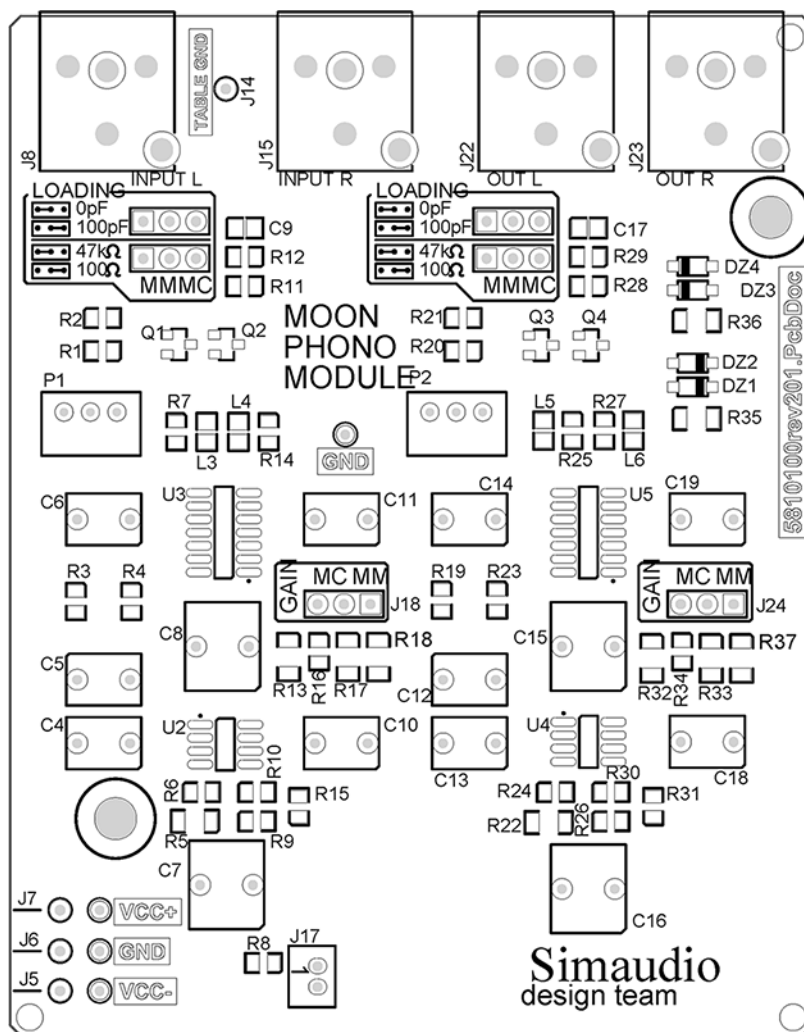

Figure 3: Disposition du circuit imprimé de la section phono optionnelle du **MOON 340i X**
Il y a deux (2) ajustements possibles pour régler la charge résistive : 100Ω et 47 kΩ représentés par le support de cavalier R12 pour le canal gauche, et par le support de cavalier R29 pour le canal droit (voir la figure 3 pour plus de détails). Le réglage par défaut est de 47 kΩ; ce faisant, les deux cavaliers se retrouveront dans chacun des supports de gauche.
Il y a deux (2) ajustements possibles pour régler la capacité de charge; 0pF et 100 pF, représentés par les supports de cavaliers C9 pour le canal gauche et C17 pour le canal droit (voir figure 3). Le réglage par défaut est de 100pF pour une cartouche à aimant mobile; ce faisant, les deux cavaliers se retrouveront dans chacun des supports de droite.
Il y a deux (2) ajustements possibles pour régler le niveau de gain : 40dB pour les cartouches MM et 60dB pour les cartouches MC, représentés par les supports de cavaliers J18 pour le canal de gauche, et J24 pour le canal de droite (voir figure 3). Le réglage par défaut est fait pour une cartouche MM, les deux cavaliers se trouveront donc dans les supports de droite nommés MM; nous vous suggérons fortement de ne pas utiliser les cavaliers MC pour une cartouche MM, puisqu'ils surchargeront de **MOON 340i X**. Lorsque vous utilisez une cartouche MC, vous devrez placer les cavaliers dans les supports MC de gauche.